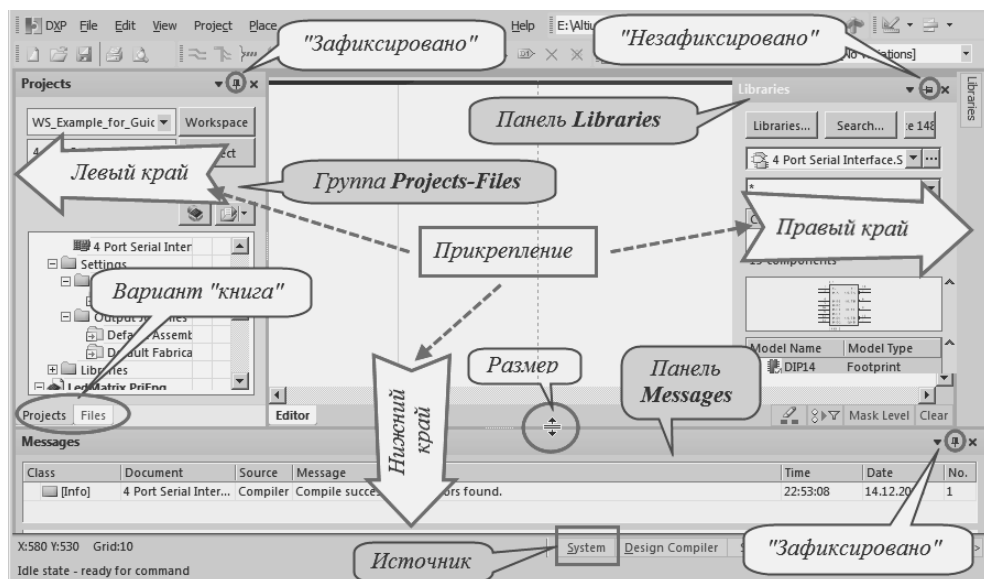

Рис. 1.16. Базовый набор рабочих панелей и их размещение
2. Состав размещаемых панелей и их расположение показаны на рис. 1.16. Здесь же приведены указания по прикреплению, группированию и фиксации панелей. Это руководство к действию.
3. Все размещаемые рабочие панели относятся к категории *System* (Система). На рис. 1.16 соответствующая кнопка в строке статуса помечена как
но максимально уменьшите высоту, чтобы оставить больше места для редактирования документов. Для этого поместите курсор на границу панели (на рис. 1.16 это линия с белым многоточием). При этом он превращается в двунаправленную стрелку (на рисунке это пометка «Размер»), нажмите ЛКМ и измените высоту панели, оставив лишь небольшой просвет для контроля.
Знакомство с рабочими панелями в первом приближении можно считать законченным. Мы уделили им много внимания, но, поверьте, это того стоит. Надеюсь, что **состав** рабочих панелей и **их расположение** соответствуют рис. 1.16. Если это не так, то гарантировать итог последующей работы будет трудно, поскольку в дальнейших заданиях автор исходит из предположения, что его рекомендации выполнены.